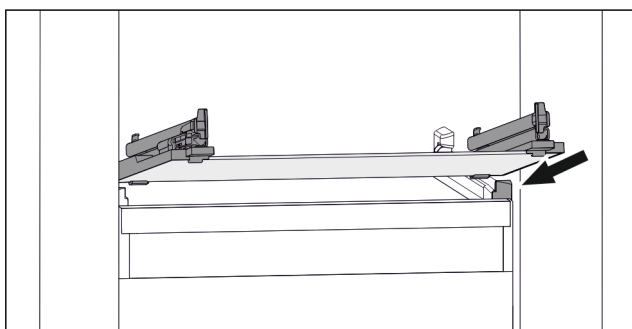

Fig. 159 Beispielhafte Darstellung der Glasplatte
- Glasplatte schräg hinter den Stopperrn aufsetzen. (zie Fig. 159)